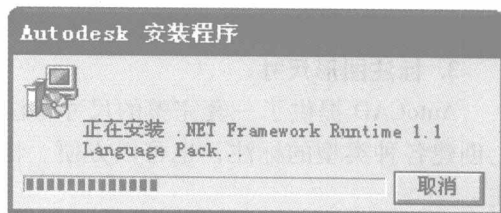

图 1-3 支持部件的安装
2) 单击“确定”按钮,开始支持部件的安装,如图 1-3 所示。